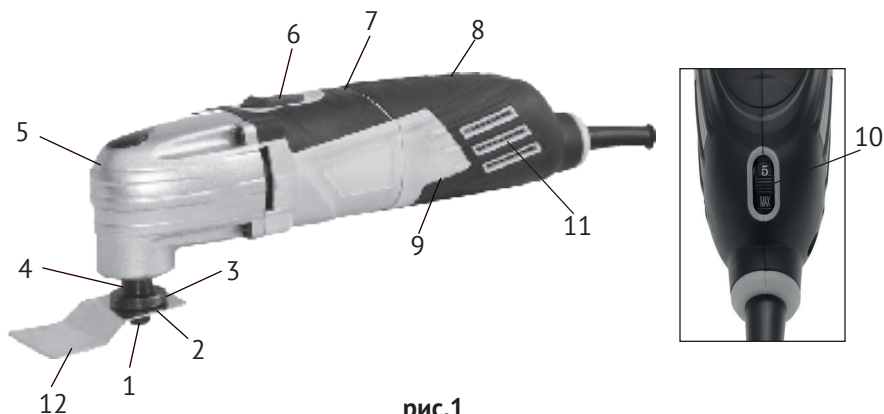

рис.1
1.3 МФИ – инструмент, работающий по осцилляционной технологии. Машина преобразует вращательное движение электродвигателя в высокочастотное колебание рабочего инструмента с небольшой амплитудой. МФИ состоит из коллекторного двигателя в пластиковом корпусе (рис.1 поз.7, 8, 9) и редуктора, расположенного в металлическом корпусе (рис.1 поз.5). Крутящий момент с якоря электродвигателя в редукторе, специальным подшипником и вилкой, преобразуется в возвратно-
поступательное (колебательное) перемещение шпинделя (рис.1 поз.4), расположенного под углом 90° к оси двигателя. Между опорным (рис.1 поз.3) и зажимным (рис.1 поз.2) фланцами шпинделя, винтом М6х12, крепится рабочий инструмент (насадка для определённого вида работы). При шлифовальных (полировальных) работах, на шпиндель устанавливается дельтовидная шлифподошва. На подошву, при помощи липучки крепится шлифовальный (полировальный) лист.
1.4 Инструмент имеет компоновку, при которой МФИ надёжно удерживается одной рукой за корпус, покрытый противоскользящими накладками. Ползунок выключателя (рис.1 поз.6) расположен сверху на корпусе двигателя, смещён вперёд, к редуктору.
1.5 В торцевой части корпуса МФИ, расположен диск регулятора частоты колебаний шпинделя (рис.1 поз.10).
- шестигранным ключом (входит в комплект поставки) открутить винт (рис.1 поз.1) и снять зажимной фланец (рис.1 поз.2);
- перевести ползунок выключателя (рис.1 поз.6) вперёд до фиксации в положении «I» - «включено»;
3.2 Для замены щёток необходимо открутить крышки корпуса (рис.1 поз.8 и 9). Извлечь использованные щётки из щёткодержателей и заменить их новыми. Прикрутить на место крышки корпуса. Щётки следует заменять парой для обеспечения равной степени их давления на коллектор якоря.